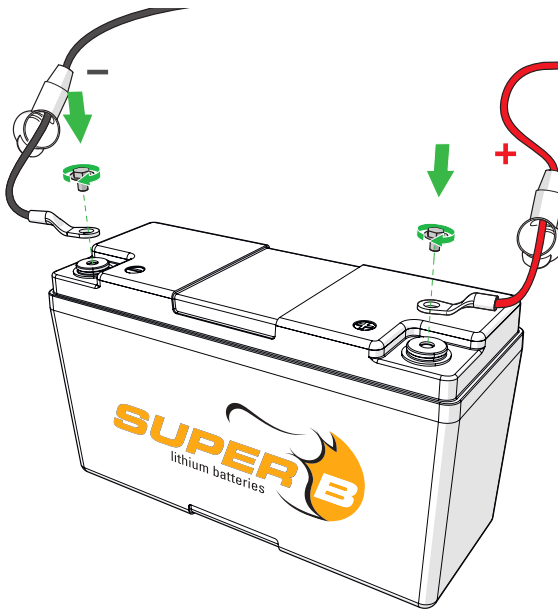

Figure 4. Connexion des câbles d'alimentation à la batterie.
1. Connecter la charge ou le chargeur à la borne X2 (+) de la batterie (figure 4).
2. Connecter ensuite la charge ou le chargeur à la borne X1 (-) de la batterie (figure 4).